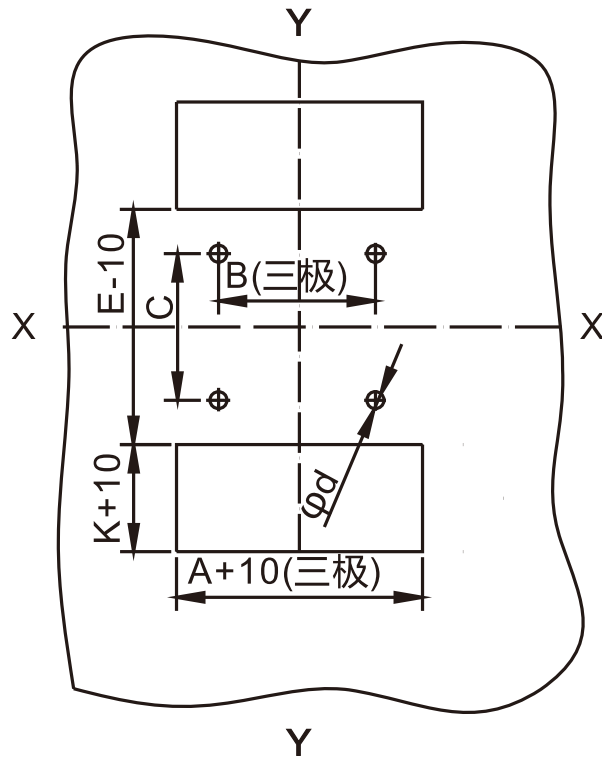

图10 插入式板后接线安装板开孔尺寸(单位:mm)
(2) 插入式板后接线安装板开孔尺寸见图10、表16 (X-X、 Y-Y为断路器中心) 。